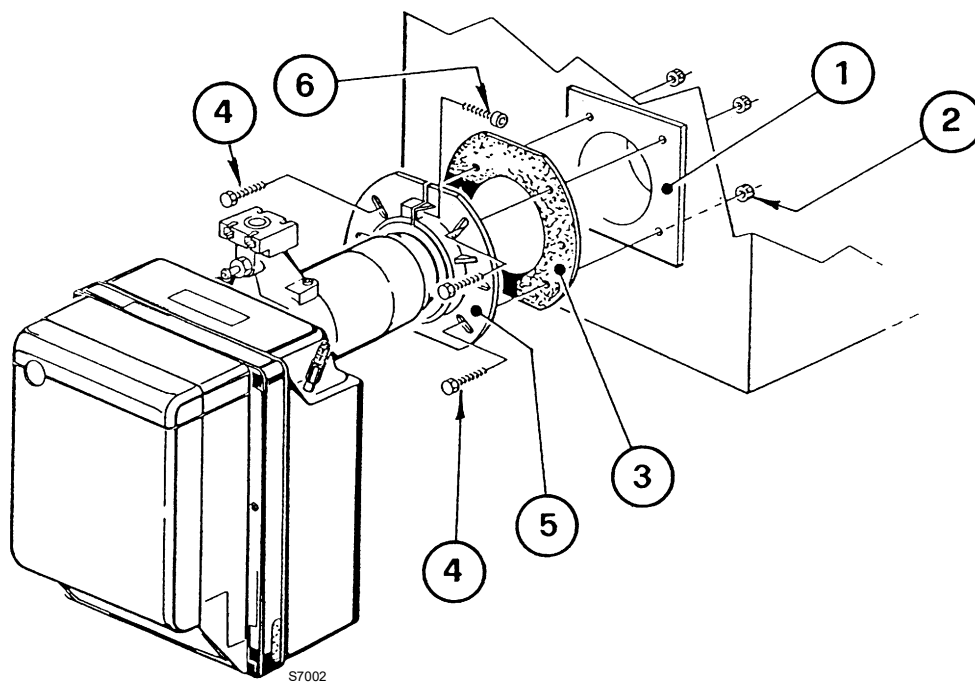

Рис. 12
- Закрепите фланец 5) на дверце котла 1)(Рис. 12), вставив изоляционный экран 3) с помощью винтов 4) и (по необходимости) гаек 2), при этом не затягивая до упора один из двух верхних винтов 4).